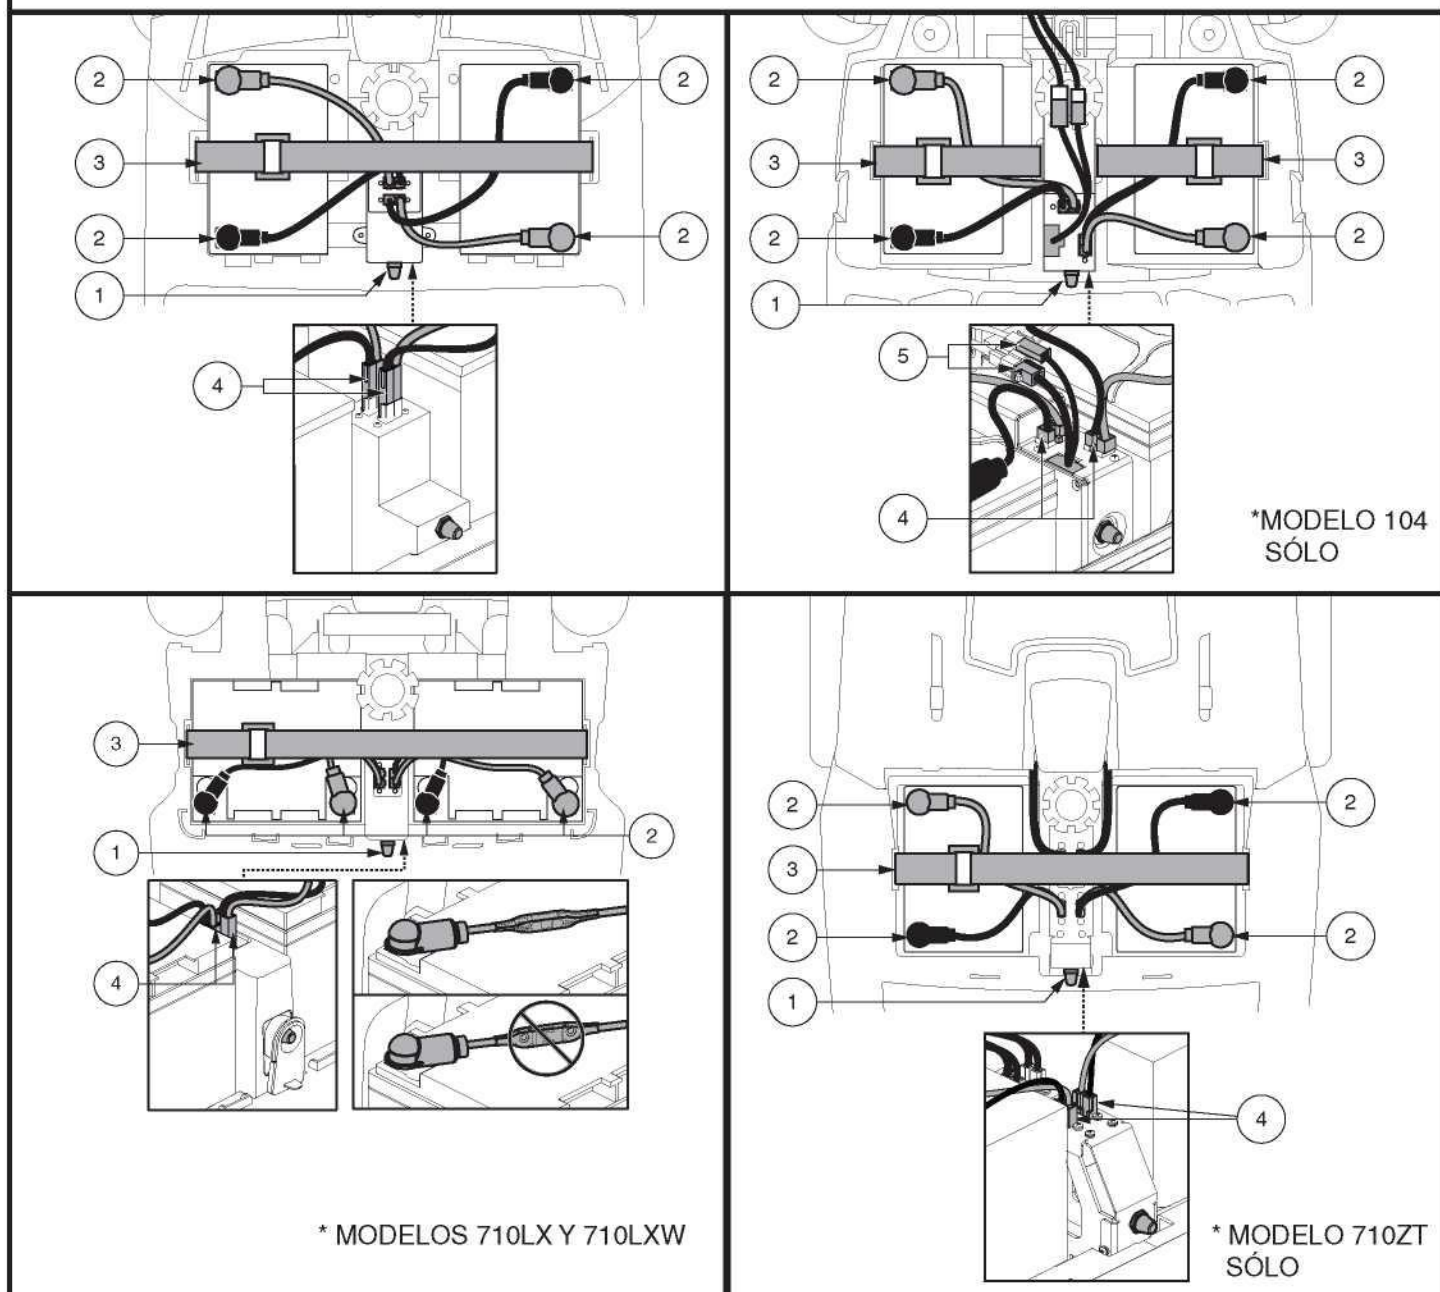

Figure 14. Extracción de la batería / Instalación
2. Desconecte la cincha de amarre de las baterías (fig. 14).
3. Quite los tornillos del perímetro del paquete de baterías (fig. 14).
6. Coloque una nueva batería en el compartimento. Para los modelos 710LX y 710LXW, coloque los terminales de la batería de cada batería hacia atrás. Para todos los demás modelos, coloque los terminales de la batería de cada batería uno enfrente del otro y hacia los lados externos del scooter (fig. 14).